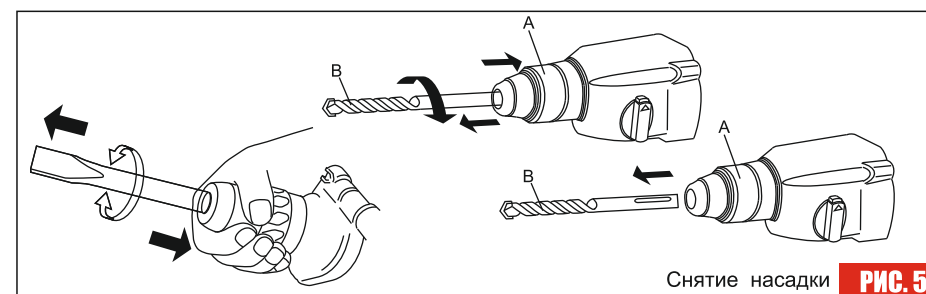

РИС. 5
9.7. Удаление SDS-насадки (Рис. 5)